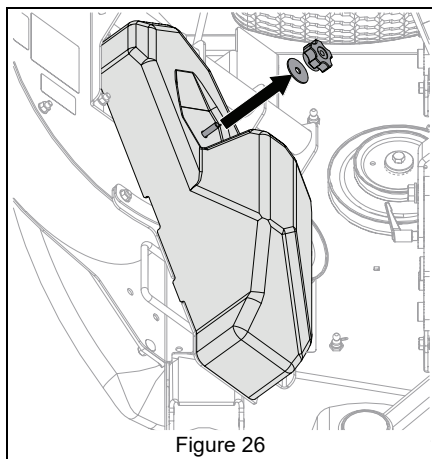

Figure 26
1. Retirer le bouton moleté et la rondelle du couvercle de la souffeuse. Déposer le couvercle et conserver toutes les pièces pour le remontage. Voir Figure 26.